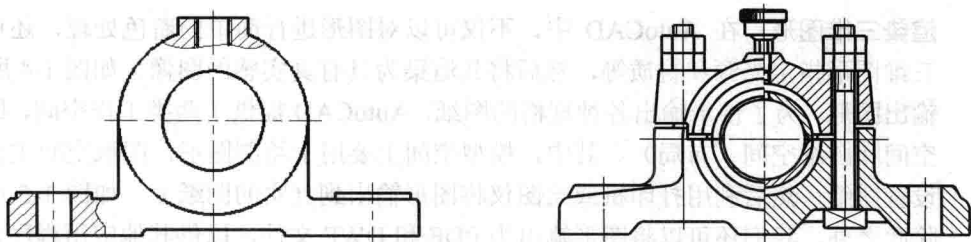

图 1-1 使用 AutoCAD 绘制平面图
- **绘制平面图形:** AutoCAD 2011 中提供了丰富的绘图工具,利用它们可以绘制直线、圆、矩形、多边形、椭圆等基本图形,再借助修改工具对其进行相应修改,便可以绘制出各种平面图,如图 1-1 所示。